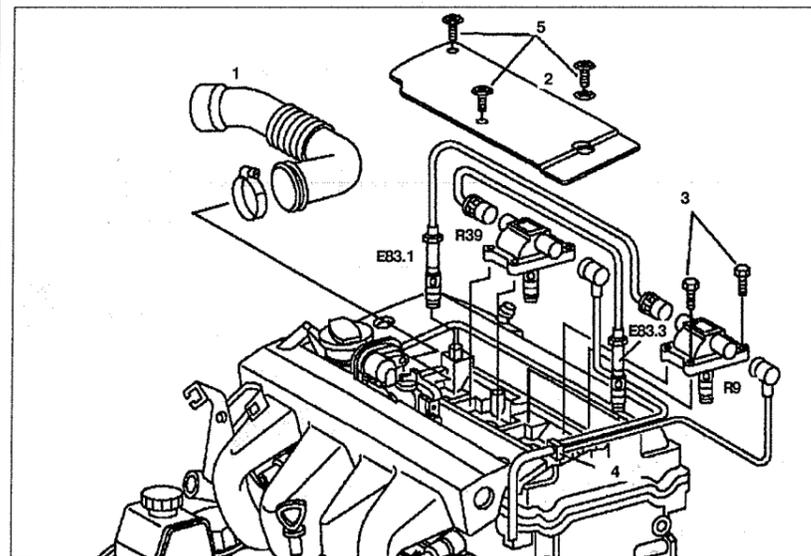

Рис. 2.123. Катушки зажигания:
2. Снимите воздушную впускную трубу 1 (см.рис.2.123).